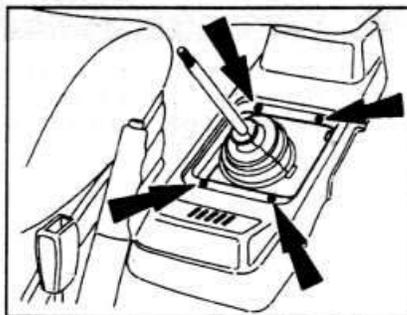

Рис. 11.78. Расположение болтов крепления короткой центральной консоли.
- Отвинтите 4 винта и снимите консоль (см. рис. 11.78).